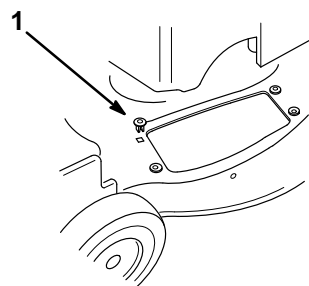

Figure 3
5. Insérer les quatre oeillets fournis avec le sac de ramassage dans les quatre trous carrés du carter de tondeuse (Fig. 3).